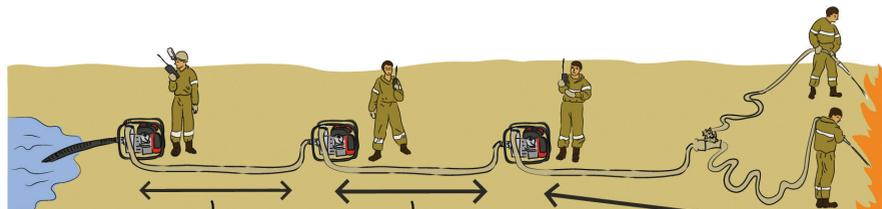

Рис. 39. Эстафетная подача воды
■ Для эстафетной подачи воды «в линию» желательно использовать помпы одинаковой производительности. Проверяйте возможность (наличие переходников и т. п.) присоединения напорного рукава к входу следующей помпы. Помпы меньшей производительности можно поставить после разветвления или дальше от водоёма в очень длинную линию (больше 1 км). Обычно между помпами в линии ставят одинаковое количество рукавов, и большее количество рукавов – между последней помпой и стволом (если это обеспечит нормальное давление на стволе) (рис. 39).